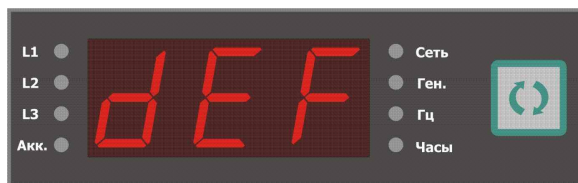

Рис. 5.8. Индикация установки параметров по умолчанию.
5.5.3.3 В режиме программирования возможен сброс всех параметров по умолчанию. Для этого необходимо сразу после входа в режим программирования контроллера нажать и удерживать кнопку [СБРОС] в течение примерно двух секунд, пока на LED дисплее не появится индикация **DEF** (рис. 5.8). После того как параметры будут установлены по умолчанию, на дисплее снова отобразится номер текущего редактируемого параметра (рис. 5.6).